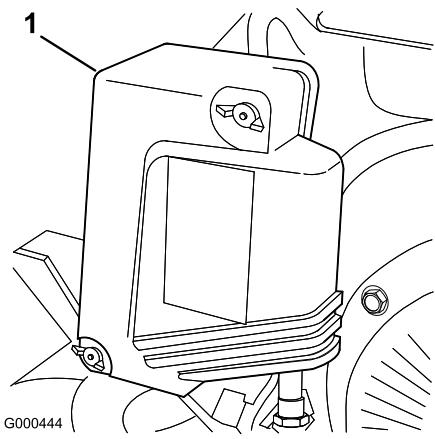

Figura 22
- Retire las tuercas de orejeta que fijan la tapa del limpiador de aire, y retire la tapa. Limpie a fondo la tapa (Figura 22).